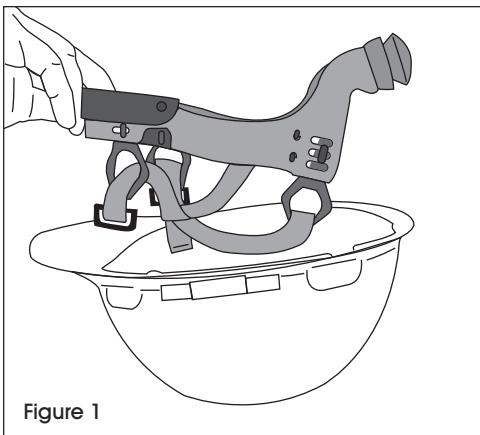

Figure 1
2. Placez la suspension dans le casque avec le coussinet frontal placé vers le bord avant du casque. (Voir Figure 1)